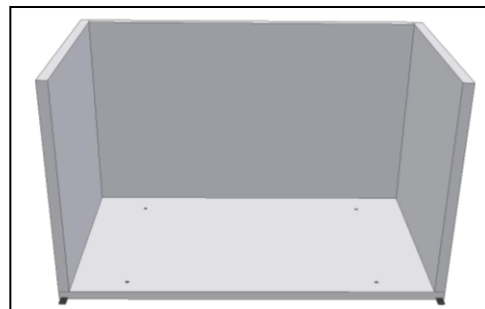

Fig. 4
- Inserire i **pannelli laterali** sul pannello del pavimento e fissarli al pavimento ed al retro (Fig. 4);